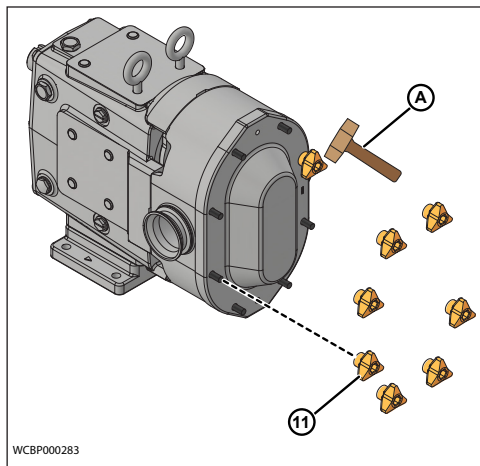

Abbildung 31 - Abnehmen der Deckelmuttern.
- Entfernen Sie die Flügelmuttern (11) des Deckels vom Deckel mit einem weichen Hammer (A), um sie zu lösen (Abbildung 31).